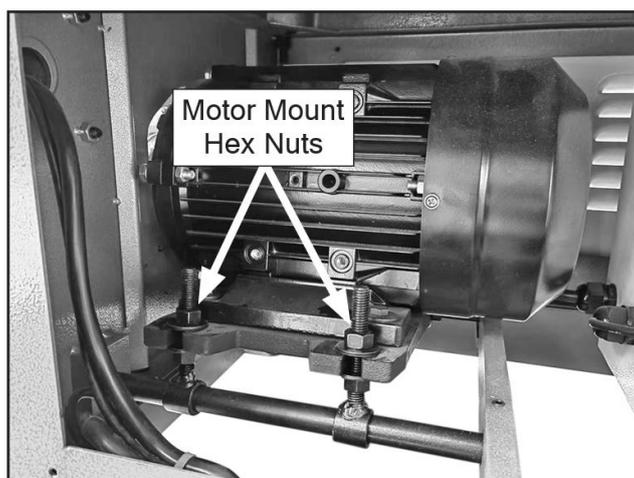

Рисунок 36. Расположение крепления двигателя.
3. Снимите переднюю крышку корпуса, чтобы получить доступ к шестигранным гайкам крепления двигателя (см. рис. 36).
5. Чтобы отрегулировать натяжение клинового ремня, ослабьте верхние шестигранные гайки крепления двигателя (см. рис. 36).